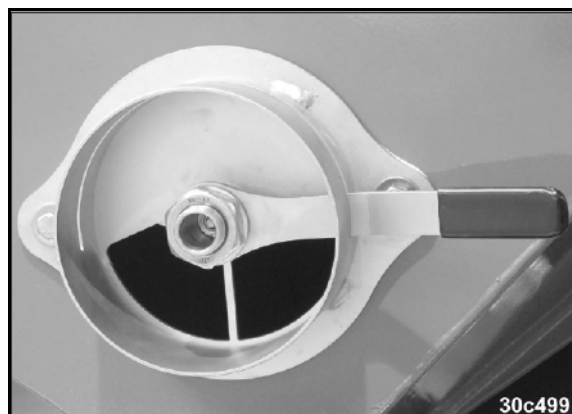

Fig. 120
5. Åben tømmelemmen ved at dreje grebet (Fig. 120/1).
8. Luk tømmelemmen (Fig. 120), og fastgør prøveudtagningsbeholderen på transportholderen.